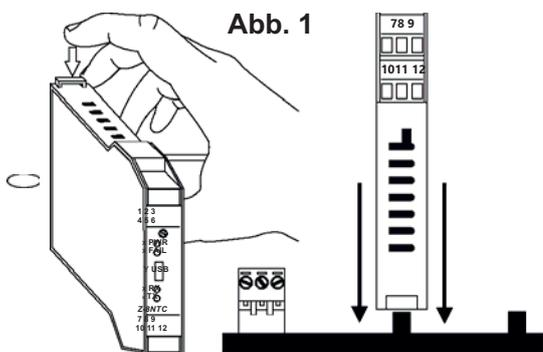

Abb. 1
- 2) Setzen Sie die hintere Steckverbindung IDC10 des Moduls in einen freien Slot der Halterung für Schienen IEC EN 60715 ein, wie auf **Abb. 1** gezeigt. (das Einsetzen macht keine Fehler möglich, da die Steckverbindungen gepolt sind)
- 3) Ziehen Sie zur Befestigung des Moduls an der Schiene IEC EN 60715 die beiden Haken an der hinteren Steckverbindung IDC10 an, wie auf **Abb. 1** gezeigt.